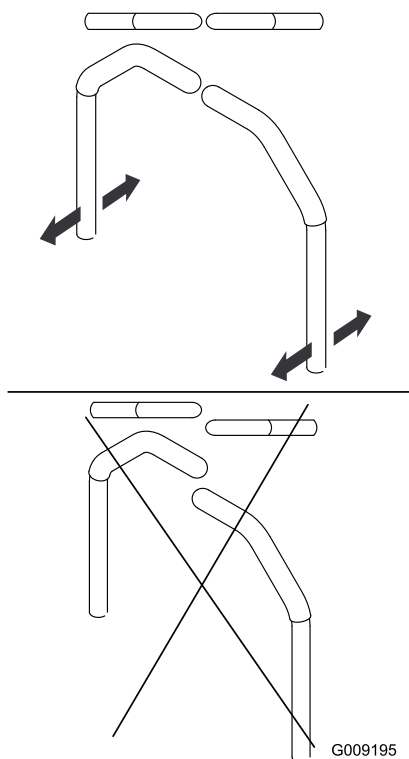

Figure 59
3. Alignez la position avant-arrière des poignées en les ramenant en même temps à la position **POINT MORT**, puis en les déplaçant jusqu'à ce qu'elles soient correctement alignées (Figure 59).